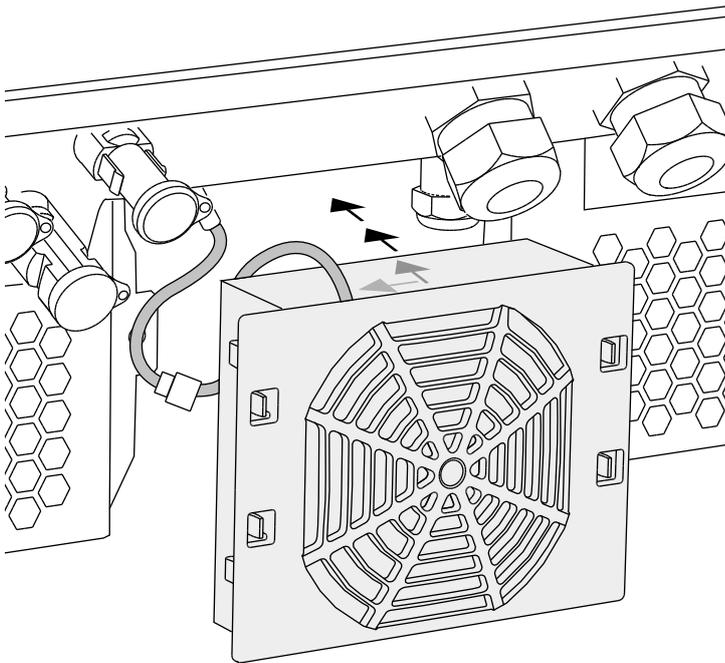

Fig. 61: Monte o ventilador
- O ventilador foi montado corretamente no quadro do ventilador (direção do fluxo de ar). **↗ Fig. 61**